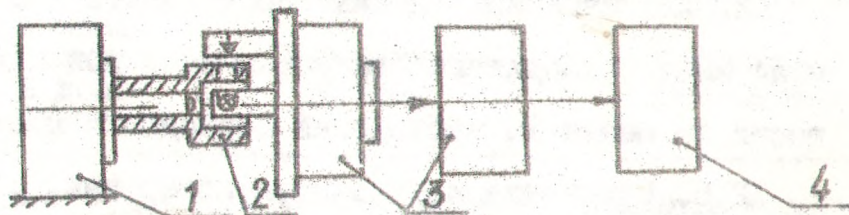

Рис. 9
12.3.4. Приборы, необходимые для поверки установки, должны соединяться в соответствии с рис. 9.